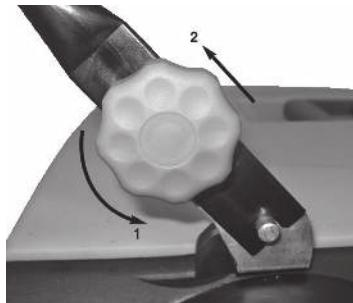

Рис. 10
Снимите фиксаторы (рис 9 п 2) и соответствующие винты. При необходимости выберите одно из трех отверстий (F), затем снова затяните фиксаторы и соответствующие винты. Нажмущую планку можно установить на три разные высоты на расстоянии примерно 98 см - 94 см - 89 см. Рукоятку можно сложить, как показано на рис. 10.